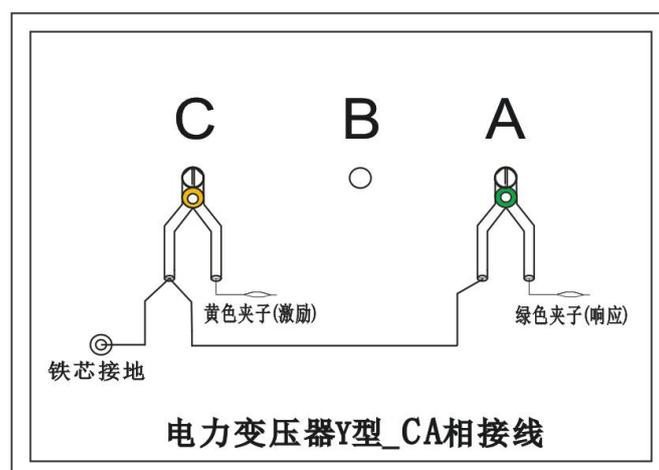

图 9
3.3.4 以上接线完成对三相 Y 形的 CA 相测量接线，图 9。